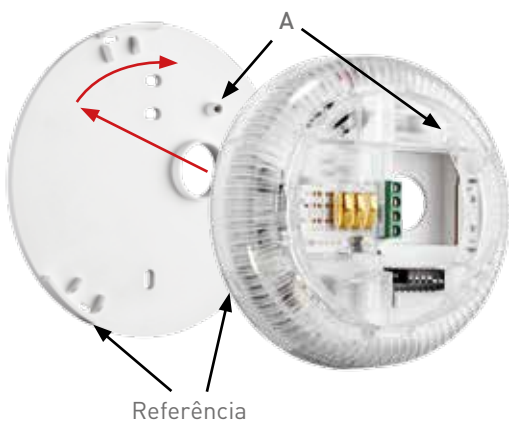

Fig. 1
- Inserir o parafuso de travamento da base para o disco. "A" (Fig. 1)